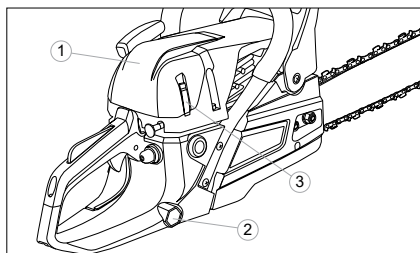

Abb. 24
- 1. Nehmen Sie den Deckel des Luftfilters 1 (Abb. 24) ab, dazu klippen Sie die Verschlüsse 3 aus. Benutzen Sie den Schraubendreher am Kerzenschlüssel 2.